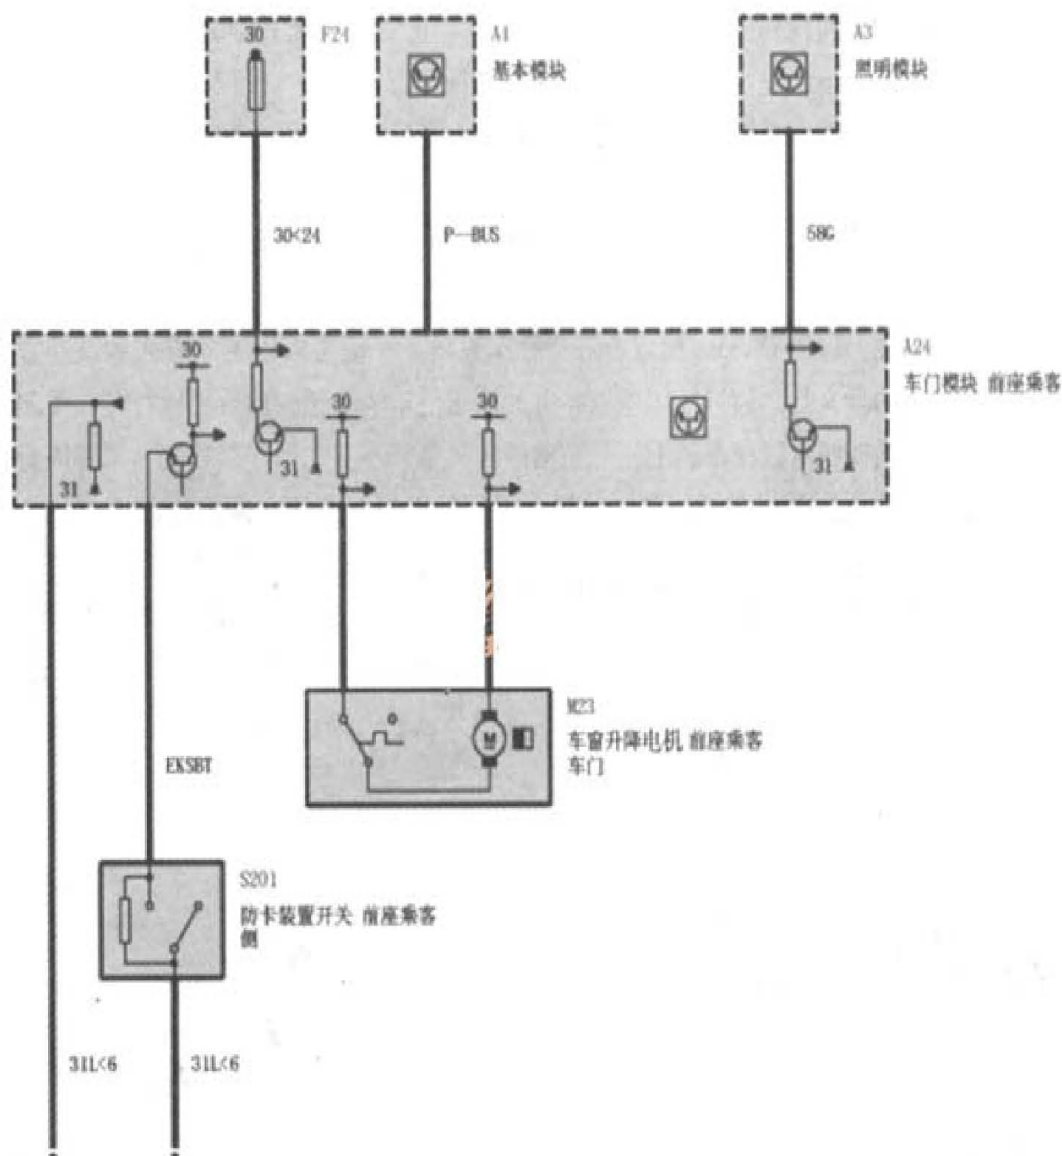

图 1 乘客侧电动玻璃相关电路
- 1). 接车后：通过汽车故障诊断仪进行全车诊断，检查结果没有和车辆右前门的电器功能失效相关的故障记录，但直观感觉很有可能是和右前门电路相关的保险丝被烧断。首先决定对故障现象中一个问题进行检查，通过查阅宝马 X5 E53 的乘客侧电动玻璃电路图，如图 1 所示。